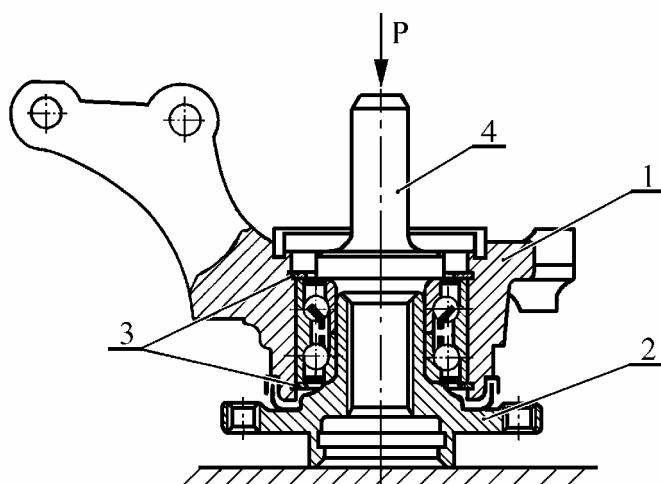

Рис.5. Напрессовка подшипника на ступицу переднего колеса:
3.18 Напрессовать поворотный кулак 1, рис.5, с подшипником в сборе на ступицу 2. Усилие запрессовки прикладывать на внутреннее кольцо подшипника через оправку 4 (пресс гидравлический типа 2135-1М ГАРО, оправка 67.7853-9530).